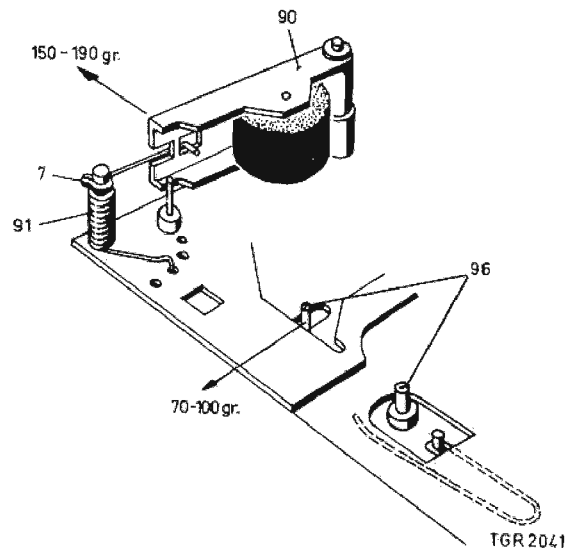

Fig. 4
Drukrolhefboom, zie fig. 4
Controle van de opspoelfrictie, pos. 96, zie fig. 4
a.. Niet juiste aandrukkraft van de poelie van de opspoelfrictie tegen de spoelschotel. De druk van de poelie tegen de spoelschotel moet, zoals aangegeven in Fig. 4, 70 - 100 gram bedragen.